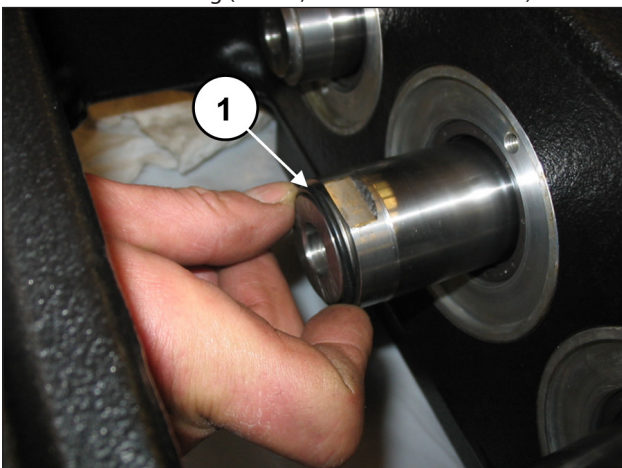
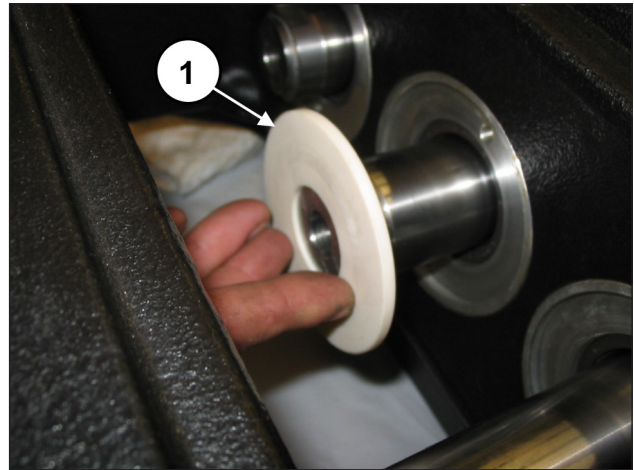

Abb. 99
Abb. 100
Eichen Sie die Schrauben mit einem Drehmomentschlüssel, wie in Kapitel 3 gezeigt. Montieren Sie den Spritzschutz samt O-Ring in die Aufnahme an der Kolbenführung (Pos. ①, Abb. 99 und Abb. 100).